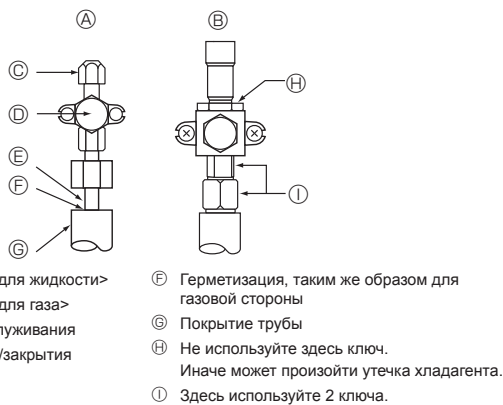

Fig. 4-5
4.4. Метод проверки герметичности трубопровода хладагента (Fig. 4-5)